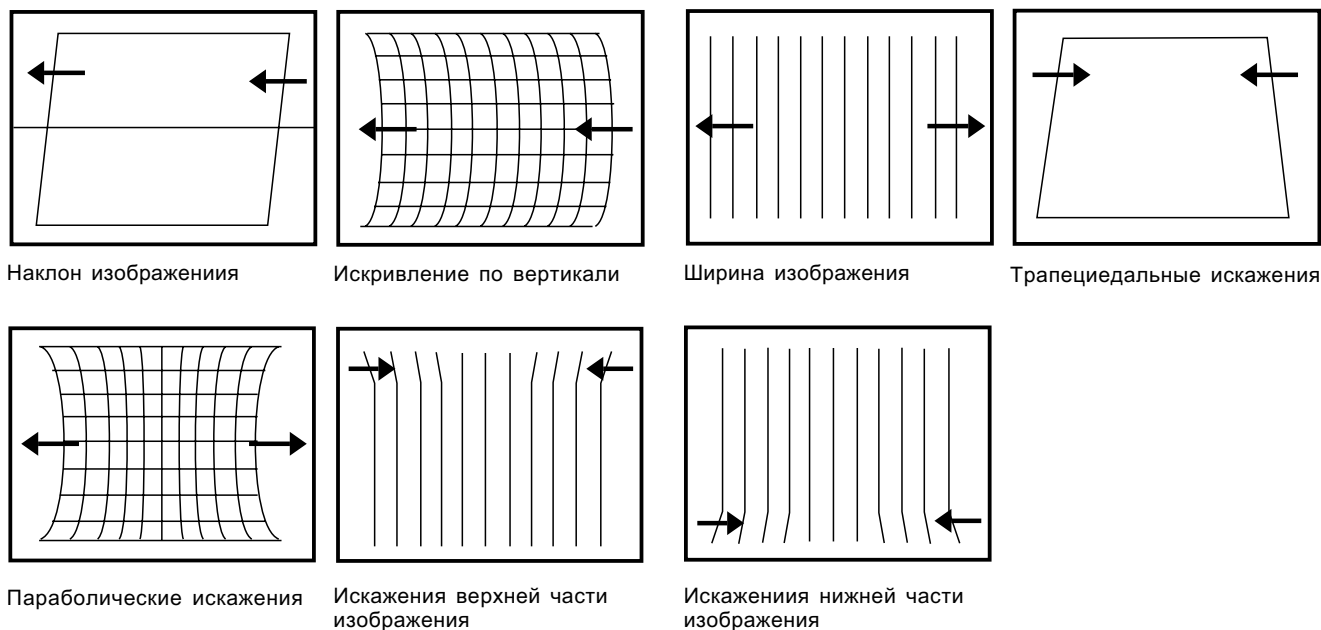

Рис. 6. Регулировка EW-коррекции
- регулировка размера по горизонтали и EW-коррекции осуществляется только для шасси CP-785 (см. рис. 6).